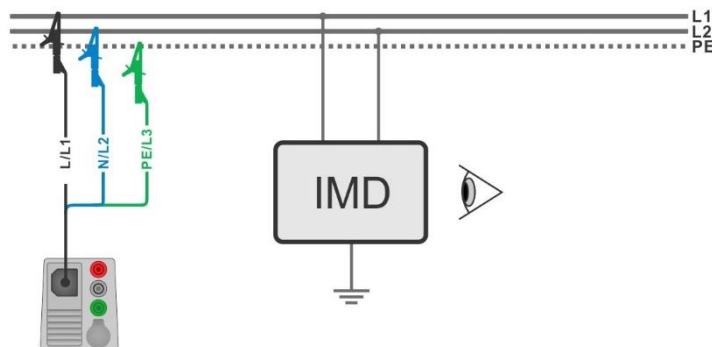
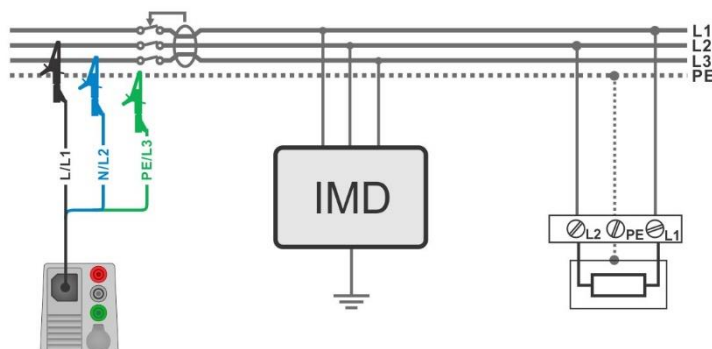

Abbildung 7.37: Messung des höchsten Fehlerstrom des ersten Fehlers mit dem 3-Leiter Prüfadapter
Abbildung 7.38: Messung des Fehlerstrom des ersten Fehlers im RCD geschützten Stromkreis mit dem 3-Leiter Prüfadapter
- › Schließen Sie den 3-Leiter Prüfadapter am Prüfling an, siehe **Abbildung 7.37** und **Abbildung 7.38**.